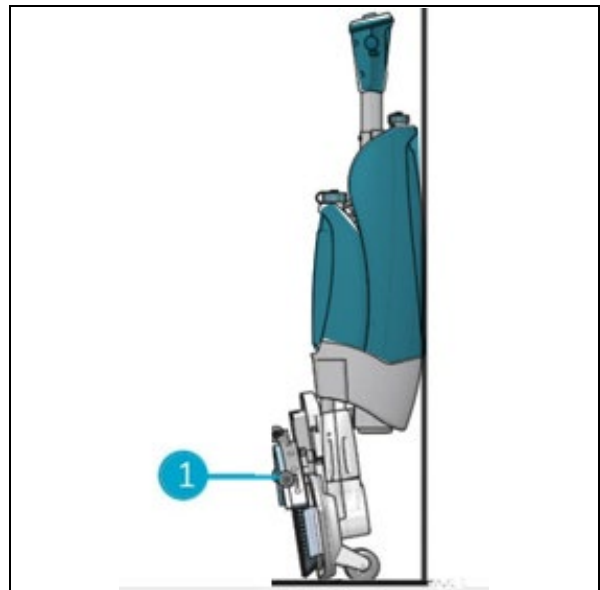

Figure 33
3. Rangez l'i-mop® XL près d'un mur (figure 33, pos. 1) avec le manche pointant vers le mur et les brosses à l'opposé du mur.